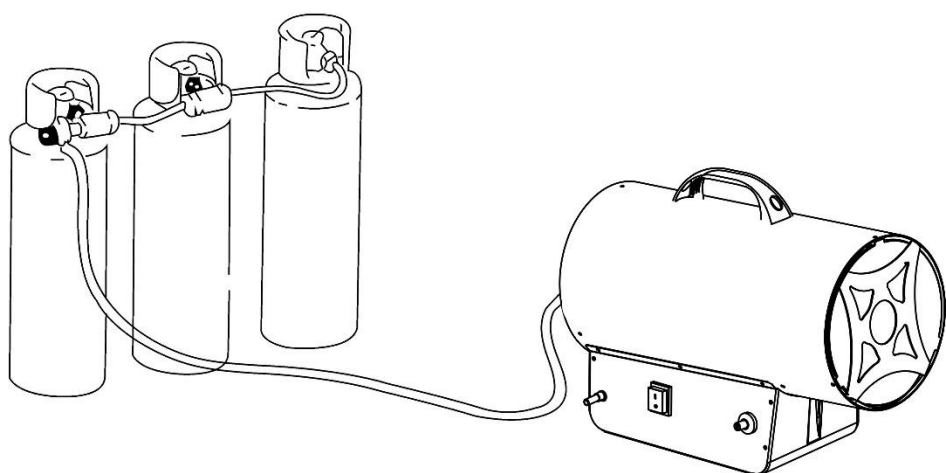

Fig.1
9. Si l'appareil doit fonctionner pendant une longue période à sa capacité maximale, il est possible que de la glace se forme sur la bouteille de gaz. Cela est dû à un retrait excessif de vapeur. La bouteille ne doit pas être chauffée pour aucune raison. Pour éviter cet effet, ou du moins pour le réduire, utilisez une grosse bouteille de gaz ou deux bouteilles reliées entre elles (Fig.1).